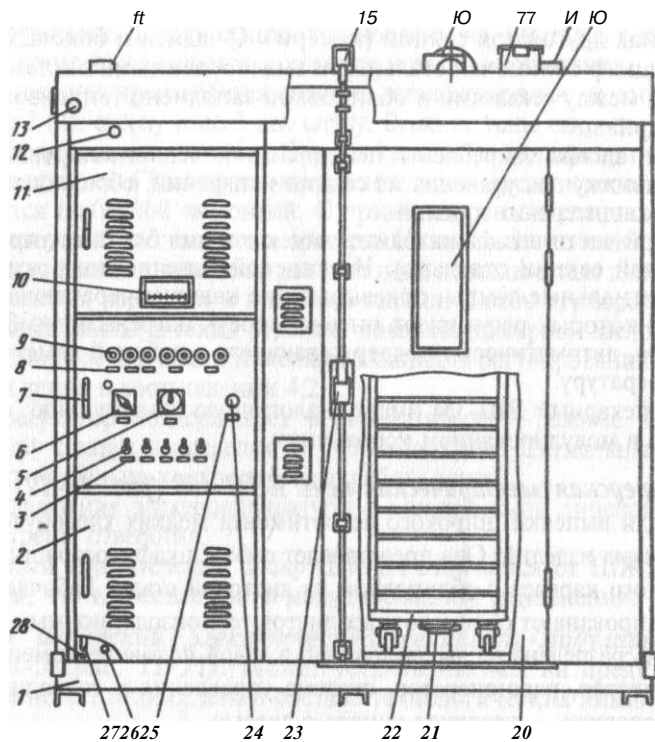

Рис. 11-12 Печь хлебопекарная с электронагревом КЭП-400:
**Кондитерская электрическая печь КЭП-400 (рис. 11-12)** предназначена для выпечки широкого ассортимента мелких хлебобучных и кондитерских изделий. Она представляет собой шкаф, состоящий из металлического каркаса с облицовкой из листовой стали. Рабочая камера печи изолирована от облицовочных листов теплоизоляционным материалом. Печь разделена на две половины: в левой половине помещены тены, вентилятор, парогенератор, система управления и сигнализация, в правой половине — пекарная камера с дверью.